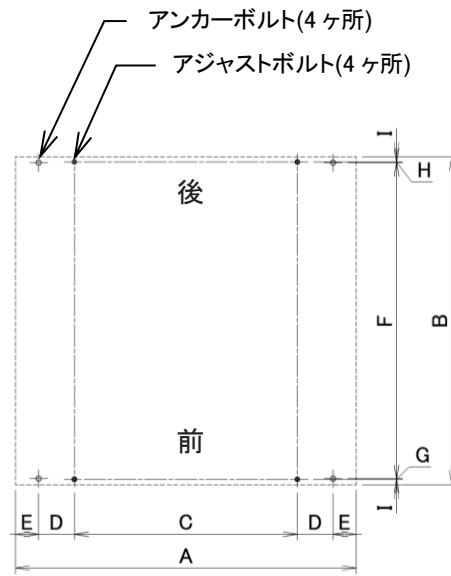

図 4-2
- 1) 機械の据付は、機械自重による床荷重(590kg/m²)に充分耐えられる所で、かつ、水平な所であれば、特別な基礎工事の必要はなく、簡易基礎にて水平を出し、4本のアンカーボルトにて固定するだけで充分です。ただし、特に地盤の弱い所は、(図 4-2)を参照の上基礎工事をしてください。また、機械の据付は水平器を用いて、左右は水平にし、機械の前後方向は機械前側が少し上がり気味になるように据付してください。